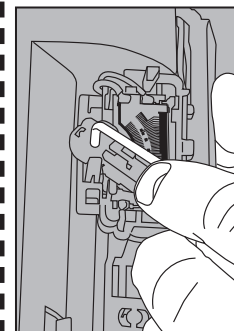

Figura 2
1. Inserte el brazo del flotador en el agujero de pivote del transmisor de nivel de combustible (Figura 2).